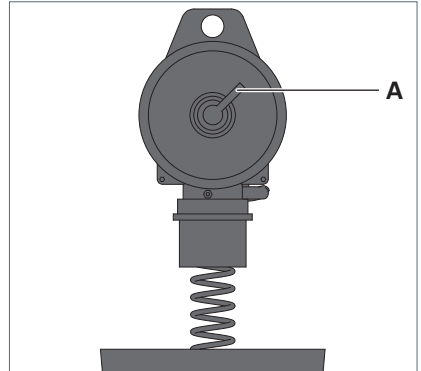

Fig. 10: Régler la tension du ressort du système de suspension réglable.
- Réglez la tension du ressort des suspensions réglables sur la poignée rotative **A** du rouleau de câble de sorte que la hauteur du luminaire puisse être réglée facilement, voir Fig. 10.